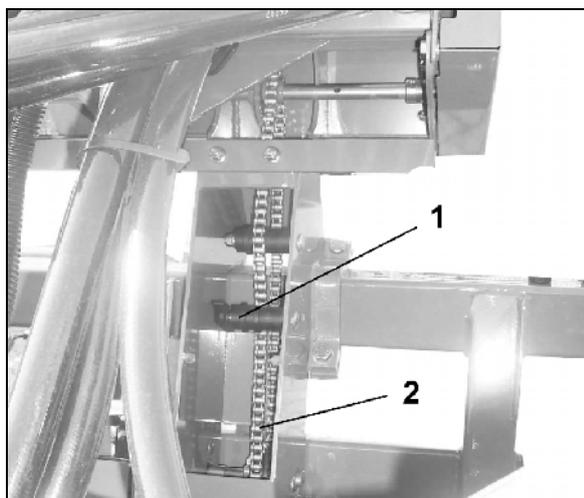

Fig. 32
3. Soltar el tensor de cadena (Fig. 32/1) mediante la tuerca de mariposa.
4. Colocar la cadena (Fig. 32/2) en la transmisión deseada.